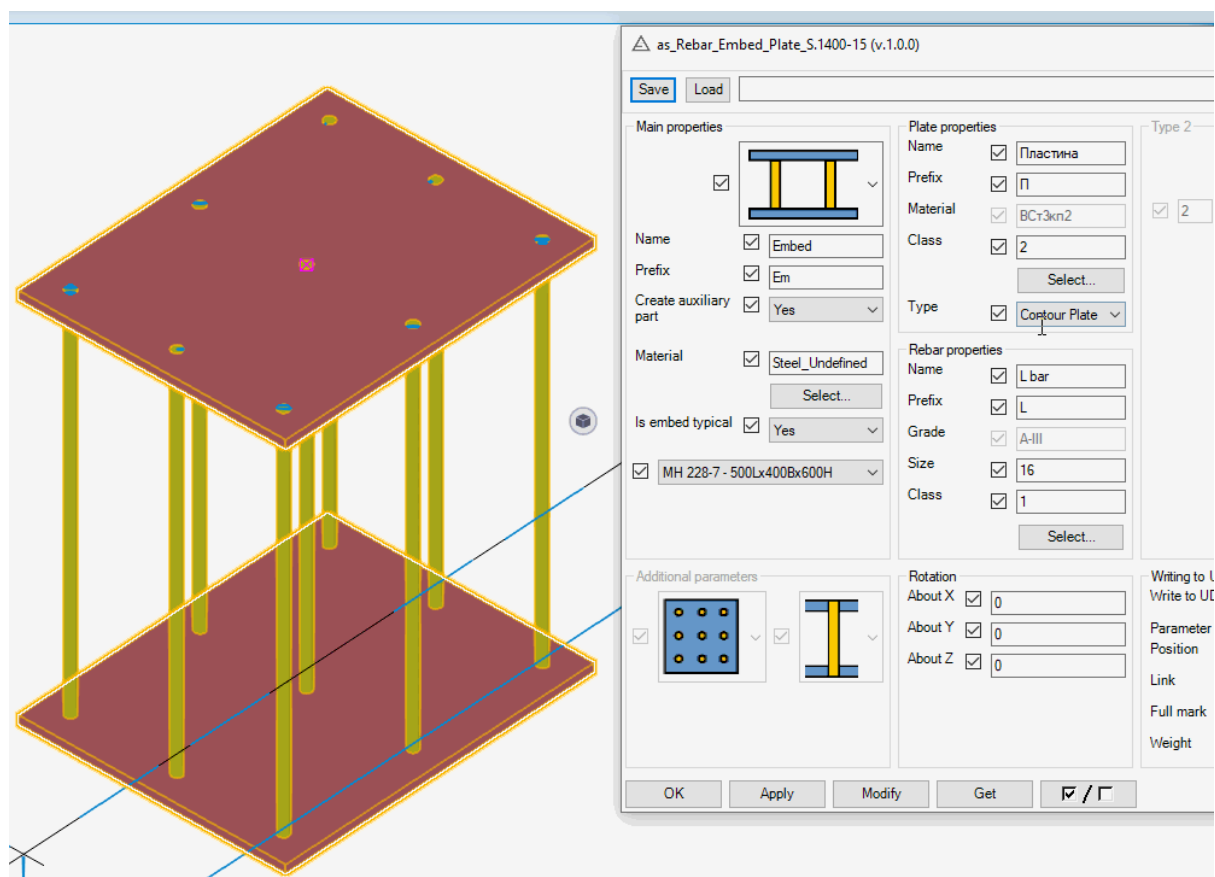

Рис. 8. Различные типы создания пластин
- Тип - тип как создается элемент пластины (контурной пластиной или балкой - см. рис. 8)